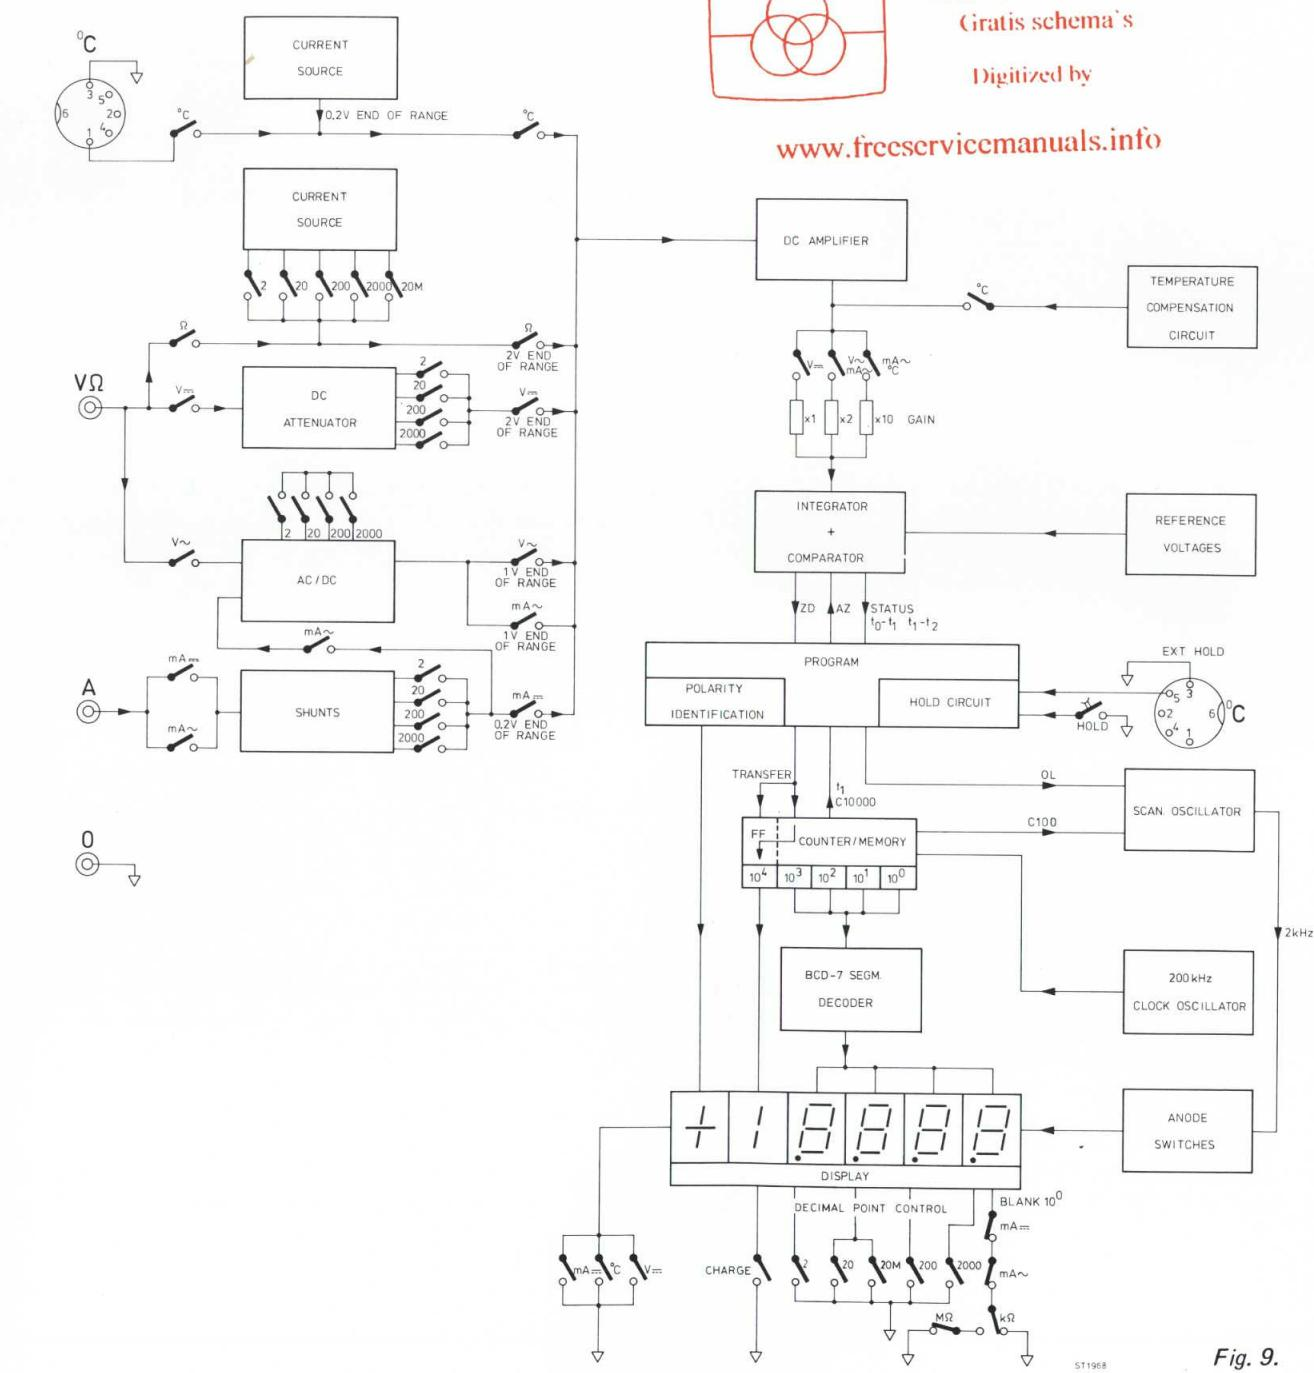

Fig. 9.
**4. PRINCIPE DE FONCTIONNEMENT (Fig. 9, page 50)****4.1. Généralités**